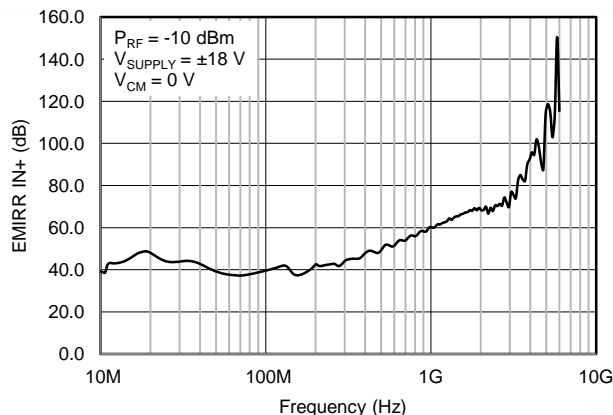

图 42. EMIRR 测试
OPAx172-Q1 使用集成电磁干扰 (EMI) 滤波功能来降低干扰源（如无线通信设备以及混合使用模拟信号链和数字组件的高密度电路板）产生的 EMI 效应。利用电路设计技术可以提高 EMI 抗扰度；OPAx172-Q1 可从这些设计改进中受益。德州仪器 (TI) 已经开发出在 10MHz 至 6GHz 宽频谱范围内准确测量和量化运算放大器抗扰度的功能。图 42 显示了对 OPAx172-Q1 执行此测试的结果。表 3 显示了 OPAx172-Q1 在实际应用中常见特定频率下的 EMIRR IN+ 值。应用。在表 3 中列出的应用可在下图所示的特定频率或近似频率下运行。详细信息另见《运算放大器的 EMI 抑制比》应用报告 (SBOA128)，您可从 www.ti.com 下载该报告。